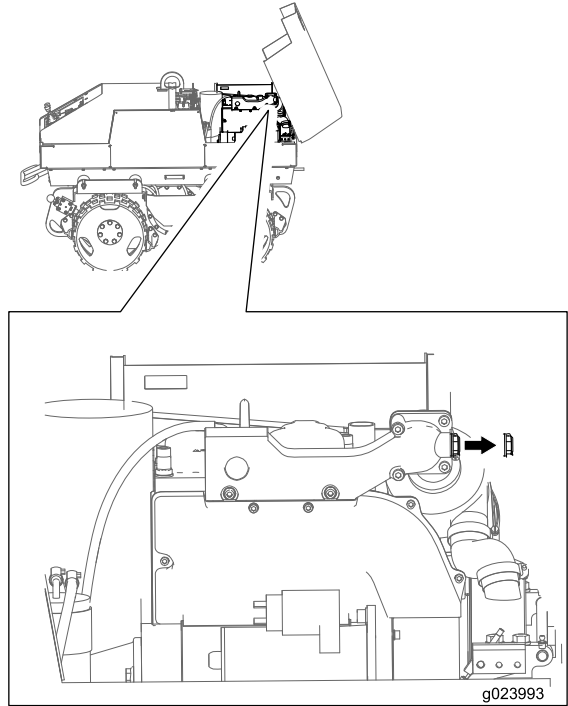

Figura 5
1. Retire el tapón situado en la parte delantera del colector de admisión del motor (Figura 5).